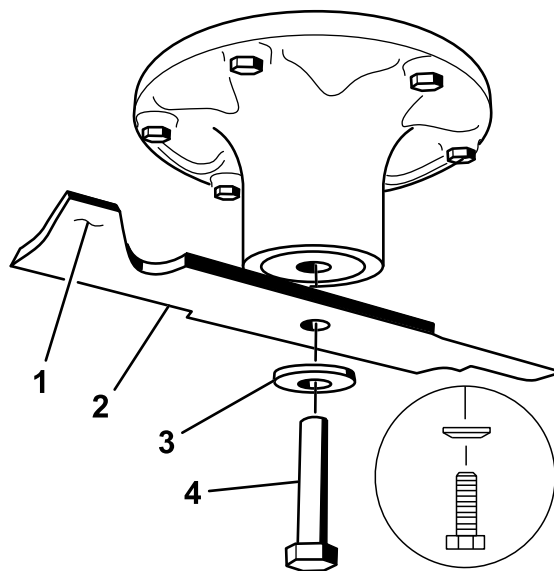

Figura 58
2. Retire del eje el perno de la cuchilla, la arandela curva y la cuchilla (Figura 58).